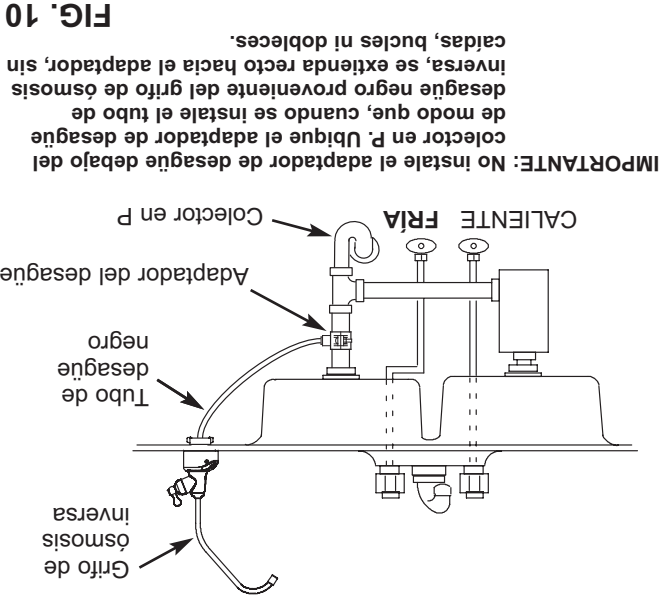

FIG. 10
El adaptador de desague que se incluye con su sistema de ósmosis inversa se ha diseñado para encajar alrededor de una tubería de desague estándar de 1-1/2 pulg. de D.E. En el siguiente procedimiento, instalará el adaptador de desague encima (o antes) del colector en P. Vea la Fig. 8 y la Fig. 10. Cerciórese de cumplir con los códigos locales de plomería.
1. Pruebe el ajuste de las dos mitades del adaptador de desague sobre la tubería de desague del fregadero, aproximadamente 6 pulg. (15 cm) arriba del colector en P (vea la Fig. 9). Compruebe que la unión de acoplamiento rápido quede orientada hacia el grifo de ósmosis inversa (vea la Fig. 10).